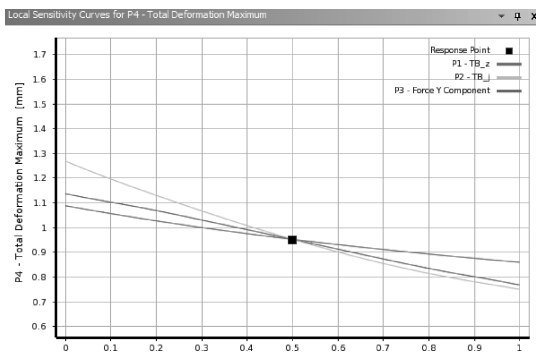

图 12-22 查看局部灵敏度曲线
(4) 在大纲窗口中单击【Local Sensitivity Curves】→【Properties of Outline A19: Local Sensitivity Curves】→【Axes】→【X Axis】= Input Parameters, 【Y Axis】= P4-Total Deformation Maximum, 可以查看输入参数与结果变形之间的局部敏感曲线情况, 如图 12-22 所示。